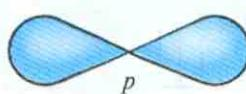
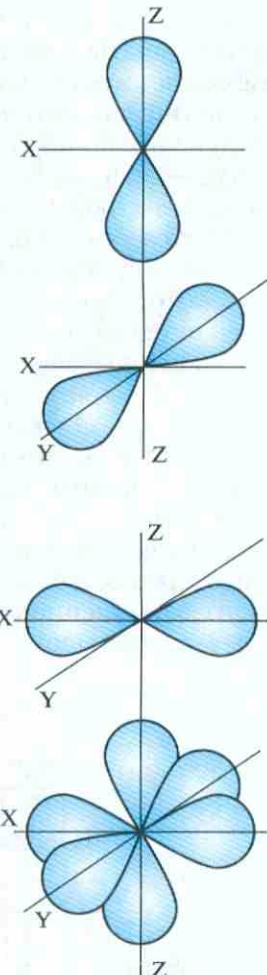

Рис. 2. Форма *p*-электронного облака
Рис. 3. Возможные направления *p*-электронных облаков в пространстве
*p*-Орбиталь имеет гантелеобразную форму (рис. 2). При заданном квантовом числе таких орбиталей три. Они могут располагаться в трех взаимно перпендикулярных направлениях (рис. 3). А так как и *p*-электроны тоже отличаются своими спинами, то на данном энергетическом уровне может поместиться от одного до шести *p*-электронов.